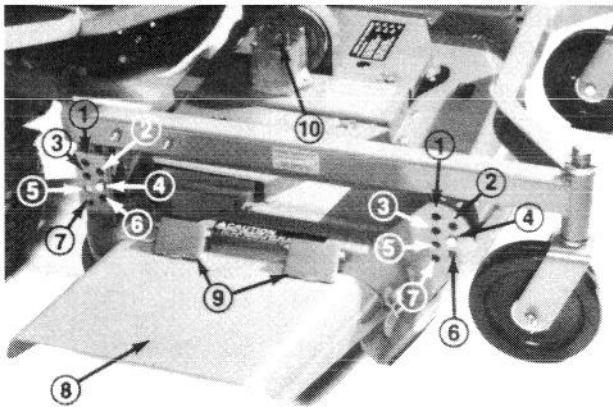

Figure 1
La hauteur de coupe peut être réglée de 25 à 102 mm par incréments de 13 mm, en déplaçant quatre axes de chape dans les différents trous des supports à chaque coin de l'unité de coupe (Fig. 1).
Le déflecteur d'herbe (Fig. 1) est un dispositif de sécurité destiné à dévier l'herbe ou tout autre corps étranger éjecté vers le bas. Sans le déflecteur monté sur l'unité de coupe et sans les charnières à ressort qui le maintiennent baissé, les lames peuvent projeter de l'herbe et des corps étrangers par l'orifice d'éjection avec suffisamment de force pour causer des dégâts matériels ou des blessures corporelles. Si le déflecteur ou les charnières à ressort sont usés, cassés ou endommagés, réparer ou remplacer la ou les pièce(s) concernée(s). Ne jamais utiliser l'unité de coupe sans le déflecteur. Toujours vérifier que la goulotte du déflecteur se trouve dans la position la plus basse.
2. Après 50 heures d'utilisation, abaisser l'unité de coupe de manière à ce que les roues pivotantes reposent sur une surface horizontale. Vérifier que tous les axes de chape se trouvent dans les mêmes trous. Nettoyer la surface autour du couvercle du boîtier d'engrenage (Fig. 1) pour éviter la pénétration de corps étrangers dans le boîtier. Enlever les vis de fixation du couvercle sur le boîtier et déposer le couvercle. Vérifier le niveau d'huile dans le boîtier d'engrenage. Le cas échéant, faire l'appoint en versant de l'huile de viscosité SAE E.P. 90 jusqu'à l'arbre horizontal (d'entrée) du boîtier d'engrenage. Vérifier l'état du joint et le remplacer s'il est endommagé ou usé.